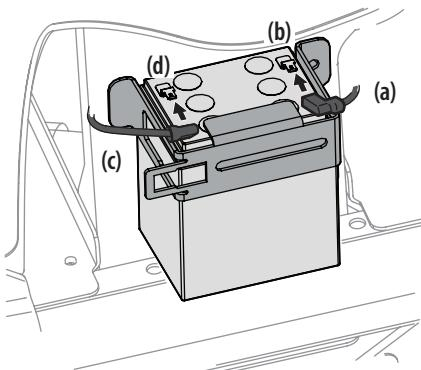

Figure 16
- Branchez le câble rouge (a) sur la borne positive de la batterie (b). Voir la Figure 16.
- Branchez le câble noir (c) sur la borne négative de la batterie (d). Voir la Figure 16.